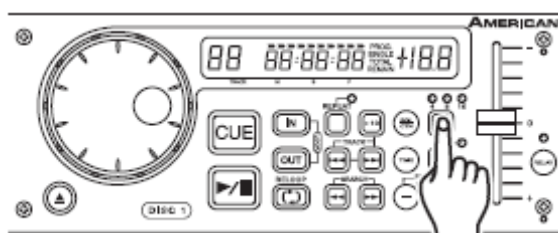

Figura 10
E' possibile scegliere in qualsiasi momento una percentuale di funzionamento del 'pitch'. Per cambiare la percentuale di funzionamento assicurarsi che la funzione 'pitch' sia stata attivata (vedere figura 10). La percentuale di 'pitch' può essere impostata a +/- 4%, +/- 8% e +/- 16%. La manipolazione possibile del 'pitch' sarà minima al 4% e massima al 16%. Per regolare i diversi valori premere il pulsante PITCH ON/OFF (13) e battere leggermente sul pulsante % (8) fino a raggiungere il valore desiderato. Il LED del pulsante % (8) si illumina in Giallo per indicare 4%, in Verde per 8% o in Rosso per 16%.
**Attivazione del cursore del Pitch (3):** Per attivare il cursore del Pitch (3), attivare la relativa funzione. Premere il pulsante Pitch (13) per attivarne la funzione; il LED comincia ad illuminarsi quando la funzione è attiva. Se la funzione Pitch non è attiva, il cursore del Pitch (3) ed i pulsanti Pitch Bend (14) non funzionano.